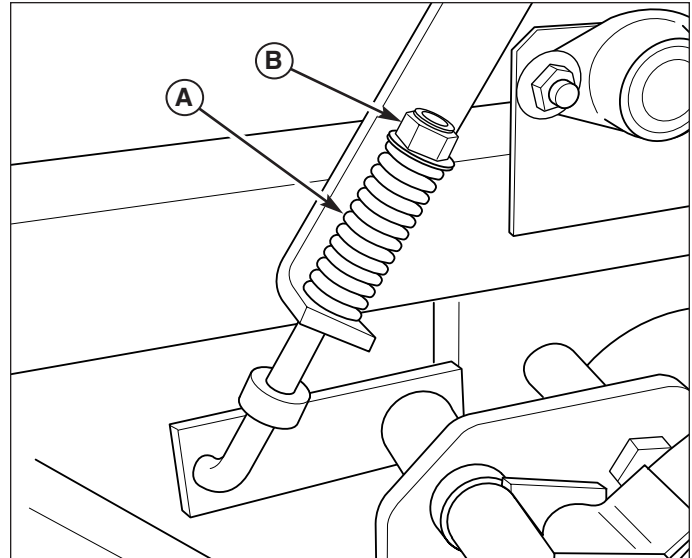

Figura 24. Ajuste de freno de mano
3. Encuentre el resorte del freno (A, Figura 24).
5. Si el resorte no se encuentra dentro de este margen, suelte el freno de mano y gire la tuerca de ajuste (B, Figura 24) para comprimir o aflojar el resorte.